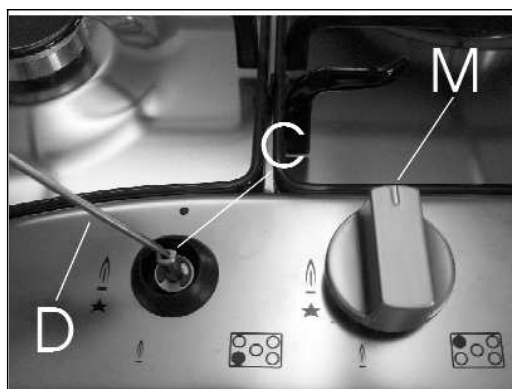

РИС. 13
- Снимите ручку вентиля «М» (рис. 13), которая просто надевается на стержень и больше ничем не закреплена.
- Вставьте маленькую отвертку «D» в отверстие «С» (рис. 13) и поворачивайте вправо или влево стопорный винт, до тех пор, пока пламя конфорки не отрегулируется до соответствующего положению «Минимум».